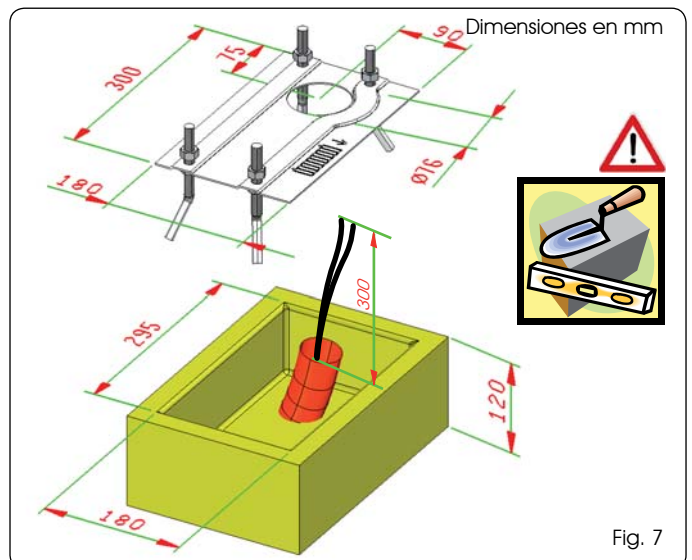

Fig. 7
3. Realice una zapata de cimentación de la manera indicada en la Fig. 7 y cubra la placa de cimentación previendo una o varias vainas para el paso de los cables eléctricos dentro del orificio de la placa de cimentación.